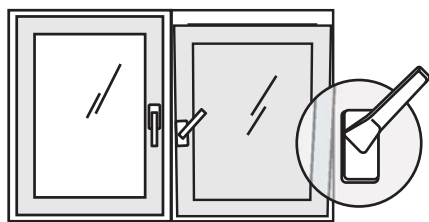

рис. 3
5) для перевода створки в положение «Проветривание» ручку поворачивают из положения «Откинута» в положение «Проветривание» на 45 градусов (см. Рис. 3). При этом створка окна (после небольшого поворота относительно нижней горизонтальной оси) фиксируется, будучи неплотно прижатой к раме окна вверху. Зазор между рамой окна и створкой (в верхней части) в данном режиме может составлять от 5 до 10 мм и регулируется небольшим поворотом ручки (щелевой режим)